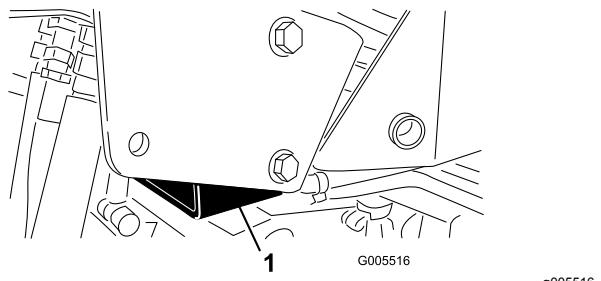

Рисунок 28
- С правой стороны — под опорной плитой домкрата и рядом с опорным кронштейном конструкции защиты оператора при опрокидывании машины (ROPS) (Рисунок 28).